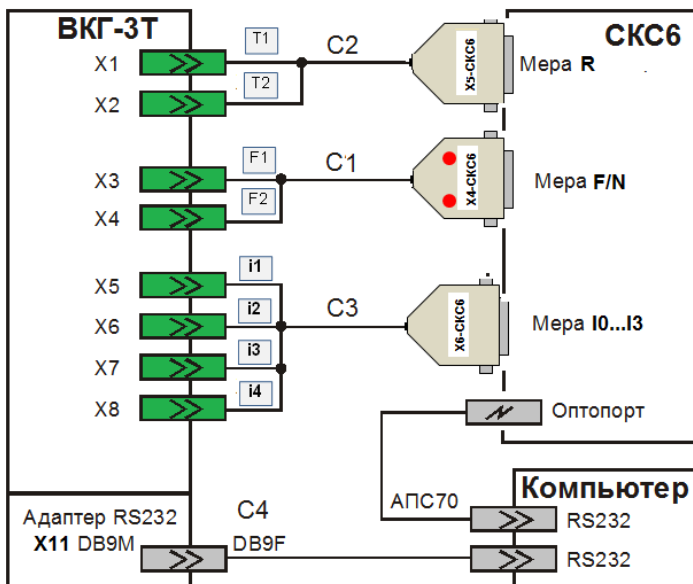

Рисунок 7.1 – Схема поверки
7.4.3 Соберите схему поверки в соответствии с Рис. 7.1